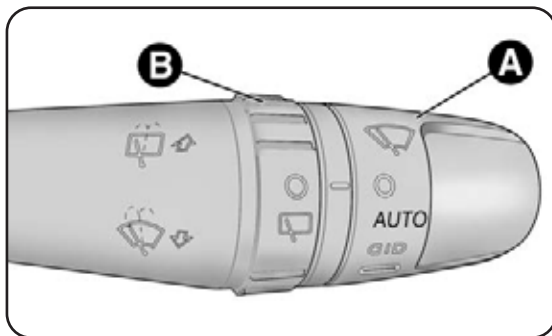

fig. 34
TERGICRISTALLO/LAVACRISTALLO fig. 34
Il sensore si attiva ruotando la ghiera A-fig. 34 in posizione "automatica" (comando "AUTO"): in questo modo si ottiene la regolazione della frequenza delle battute del tergicristallo in funzione della quantità d'acqua presente sul parabrezza. Tale frequenza può variare da nessuna battuta (pioggia non presente — cristallo asciutto) fino alla 2° velocità continua (pioggia intensa — cristallo bagnato).
Agendo sulla ghiera A-fig. 34 è possibile variare la sensibilità del sensore pioggia.
- variazione della sensibilità (ruotando la ghiera A-fig. 34 per aumento o diminuzione).
Ruotando la ghiera B-fig. 34 dalla posizione **O** alla posizione  si aziona il tergilunotto secondo quanto segue: